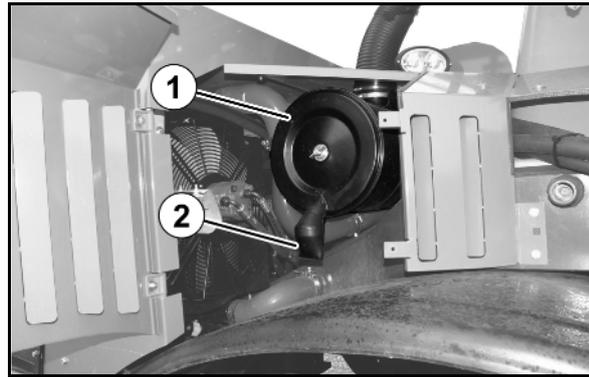

Fig. 163
2. Soltar y destornillar el cartucho de filtro de lubricación (Fig. 163/5) con una herramienta convencional.